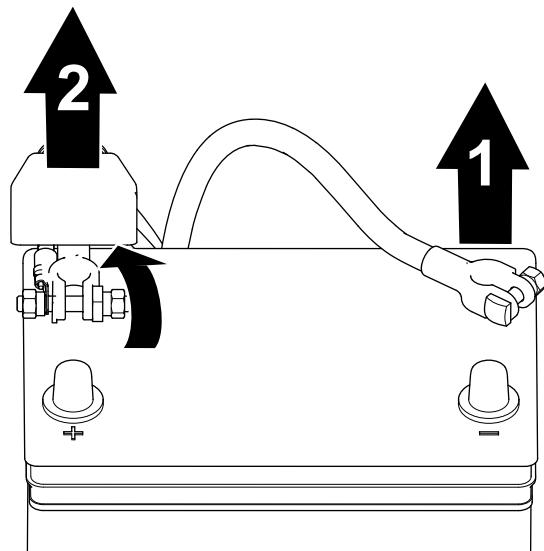

Bild 34
2. Heben Sie die Isolierung an und ziehen Sie das Pluskabel des Akkus vom Akkupol ab (Bild 34).
1. Trennen Sie das Minuskabel des Akkus vom Akkupol ab (Bild 34).